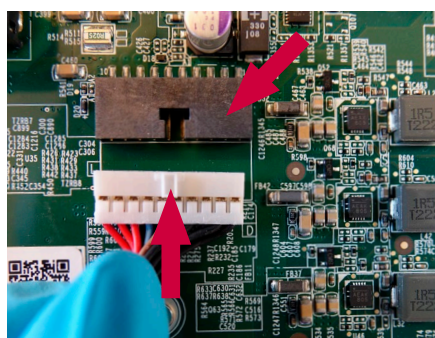

Afbeelding 26 Installeer een nieuwe USB-afdekking
- b) Duw de nieuwe USB-afdekking vanaf de buitenkant van de behuizing naar binnen. Duw de flexibele koppeling voorzichtig op zijn plaats met een platte schroevendraaier en zorg ervoor dat u het rubber niet beschadigt (afbeelding 26)